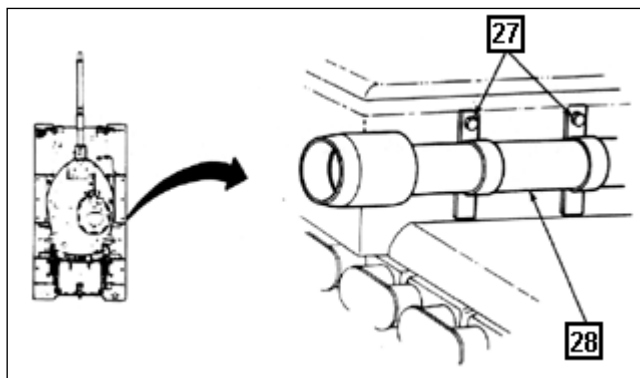

Fig 8-14. Remoção do exaustor do aquecedor (I)
(1) Remover o "kit" de seu local de estocagem e conferir os componentes conforme lista distribuída com o "kit".
(2) Afrouxar os parafusos e braçadeiras(27) que fixam o exaustor do aquecedor(28) ao cofre dianteiro direito.(Fig 8-14)